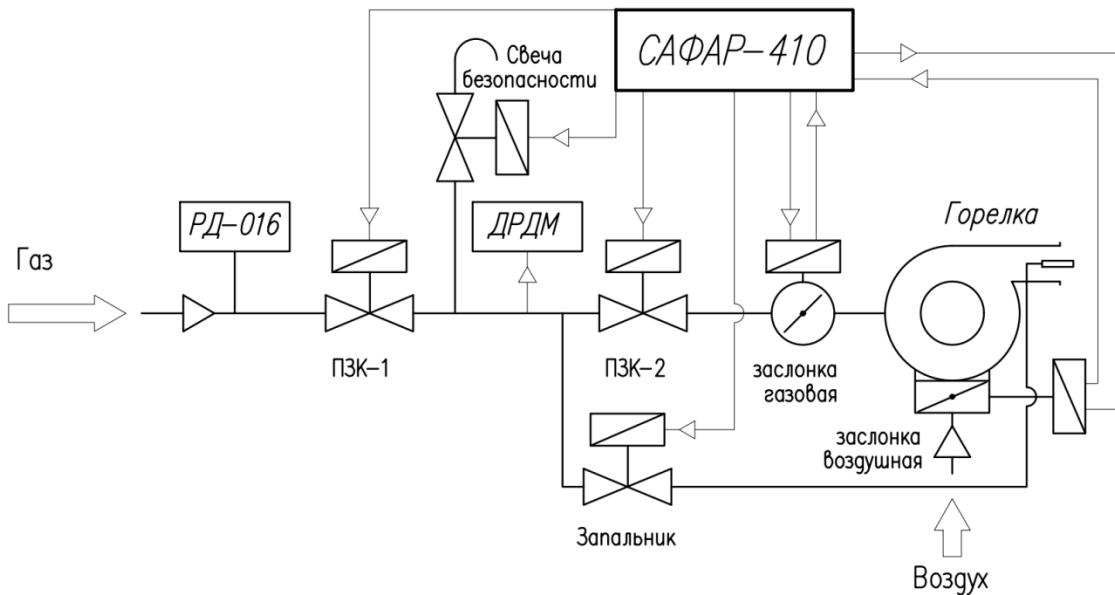

Рисунок 1.15 - Функциональная схема контроля герметичности блока клапанов с запальником и свечой безопасности.
3. Контроль герметичности. Проводится во время вентиляции. Открывается кратковременно ПЗК-2 (Рисунок 1.15) на 2,5 секунды для соединения с атмосферой – в зависимости от состояния горелки возможен сброс межклапанного объема газа через горелку в пределах допустимого по ГОСТ 34317-2017 (ЕН 1643:2014) п.7.101.2.- 0,083 % от номинального часового расхода потребляемого горелкой газа. (см. Приложение 11). Выдерживается время Тпзк1 (по умолчанию 30 с), за это время контролируется состояние реле контроля герметичности ДРДМ – настроен на 50 % давления перед ПЗК-1. Если реле перейдёт за счет натекания газа через ПЗК-1 в активное состояние в виде замыкания контактов, выдаётся блокировка о негерметичности отсечного клапана ПЗК-1. Если контакты реле остались в разомкнутом положении контроль герметичности переходит на 2 этап.